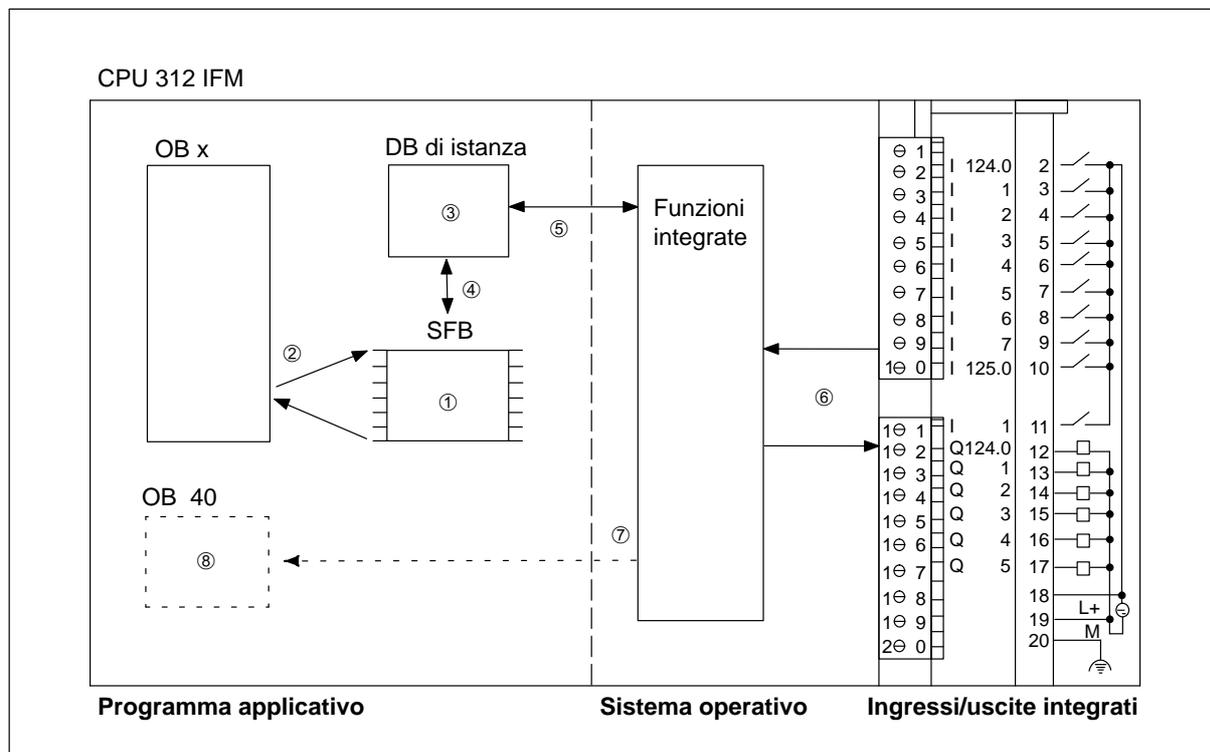

Figura 2-1 Posizionamento delle funzioni integrate nella CPU 312 IFM
**Posizionamento** La figura 2-1 illustra il posizionamento delle funzioni integrate nella CPU, nell'esempio la CPU 312 IFM. I chiarimenti relativi si trovano nel testo che segue.
Nella tabella 2-1 si trova il chiarimento della figura 2-1.